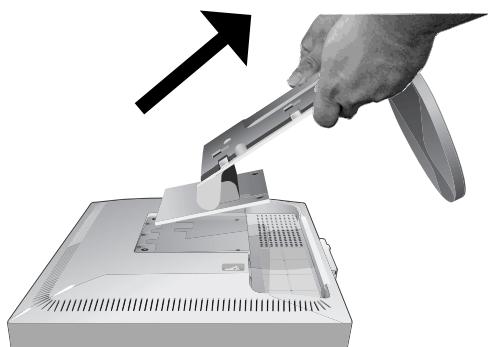

Figura M.4
5. Sollevare il supporto per sganciare i ganci superiori e rimuovere il supporto (**figura M.4**).